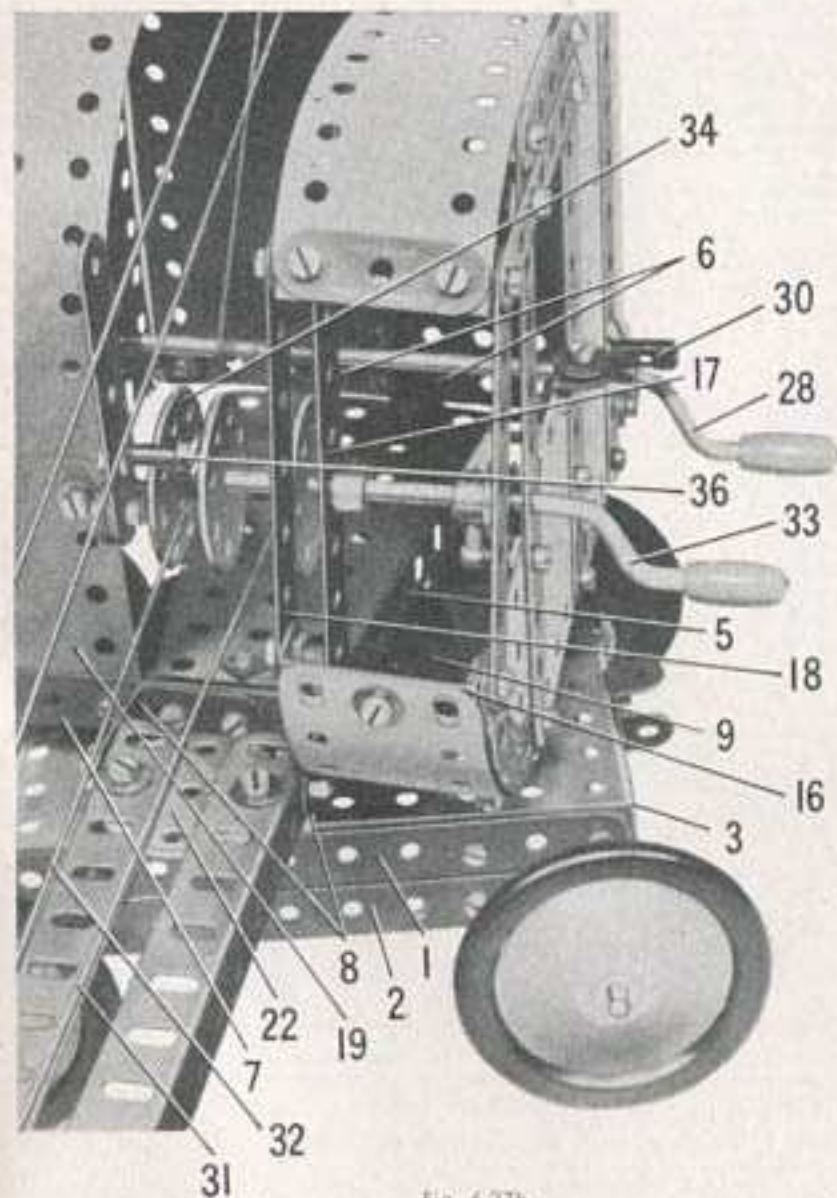

Fig. 6.27b
Une bague d'arrêt munie d'un boulon de 9,5 mm. est fixée sur la manivelle (28). Un raccord de tringle et bande (30) est fixé par contre-écrou sur une équerre renversée boulonnée au côté de la cabine. Le raccord de tringle et bande peut être orienté pour bloquer le bouton de 9,5 mm. de la bague d'arrêt et former frein. La benne est suspendue à deux cordes (31) et (32), attachées à une manivelle de 90 mm. (33). La corde (32) est fixée entre une roue barillet (34) et un disque de 35 mm.; la corde (31) est attachée entre le disque de 35 mm. et un second disque de même dimension. Chaque corde passe sur l'une des poulies fixes de 25 mm. montée au sommet de la flèche. La corde (31) est attachée à la bande coudée (26) de la benne. La corde (32) est attachée au centre d'une corde (35) qui est elle-même reliée aux mâchoires de la benne. La corde (32) passe sous un boulon-pivot (36) (Fig. 6.27b) qui est fixé dans une bande de 5 trous articulée par contre-écrou sur une équerre. L'équerre est boulonnée sur la plaque flexible (19). Quand on abaisse la bande de 5 trous, le boulon-pivot appuie sur la corde (32) et de ce fait, la corde (32) devient plus courte que la corde (31) et les mâchoires de la benne s'ouvrent.